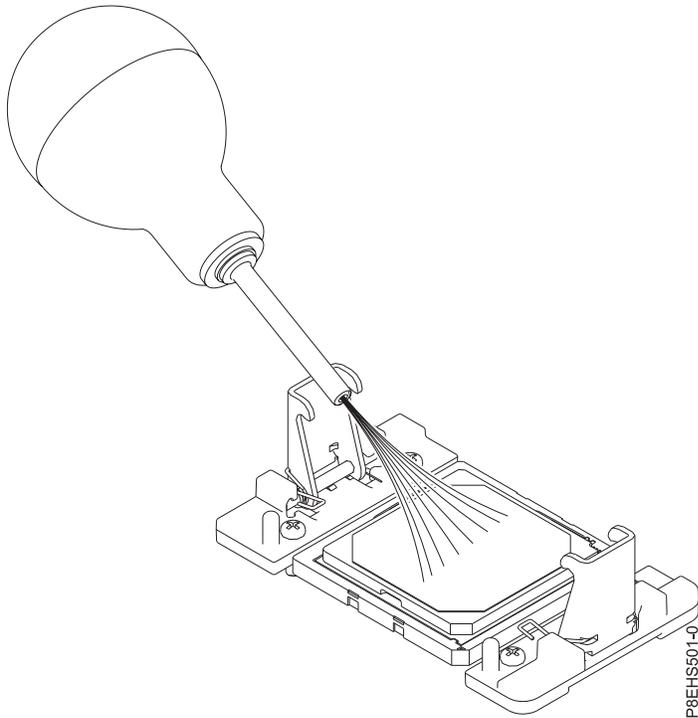

Abbildung 90. Staub und Fremdkörper von dem Systemprozessormodul entfernen
- a. Sollten Staub oder Fremdkörper vorhanden sein, reinigen Sie das Systemprozessormodul mithilfe der im Lieferumfang enthaltenen Luftpumpe (Teilenummer 45D2645). Arbeiten Sie dabei mit kurzen Luftstößen von der Mitte des Systemprozessormoduls hin zu den Seiten, siehe Abb. 90 auf Seite 83. Ist Ihre Luftpumpe nicht wie in Abb. 90 auf Seite 83 dargestellt montiert, befestigen Sie die Spitze an der Lampe.